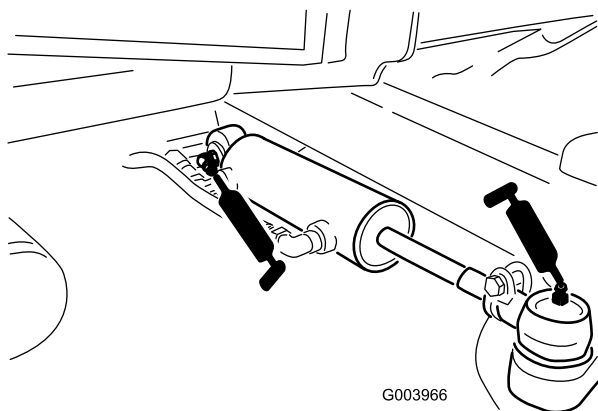

Figura 57
- Articulaciones esféricas del cilindro de dirección (2) (Figura 57)